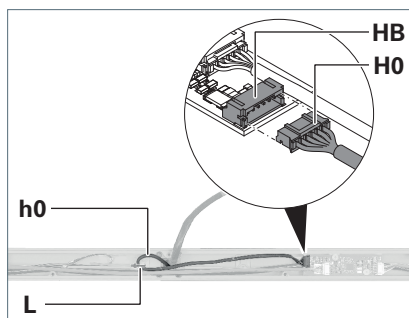

Fig. 8: Brancher le câble de commande.
1. Posez le câble de commande **h0** du bras vertical en boucle dans le support transversal, voir Fig. 8.